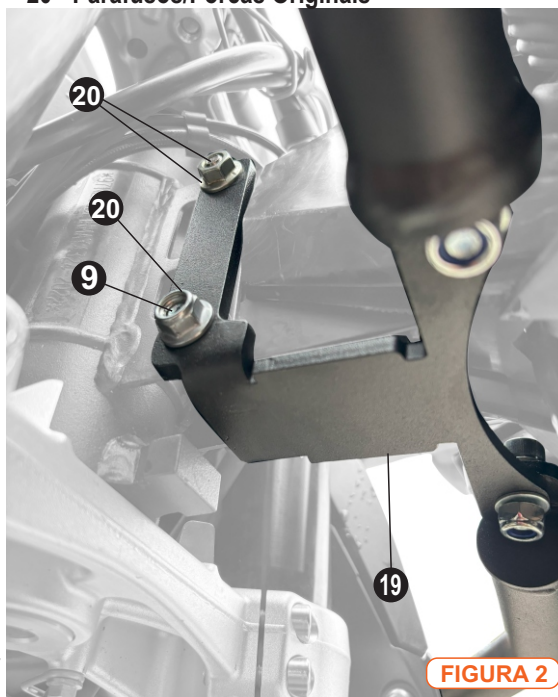

FIGURA 2
- Inicia-se a instalação fixando o suporte frontal superior (figura 2).